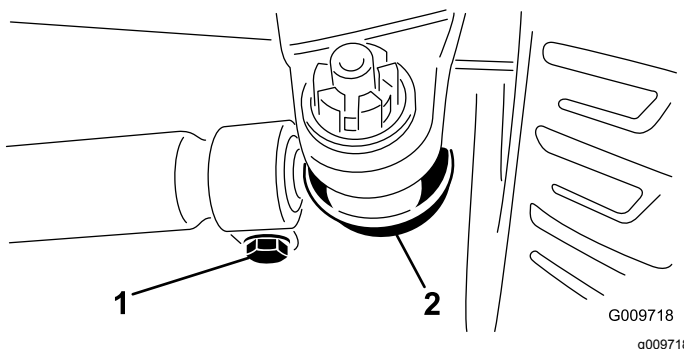

Figura 89
2. Per regolare, togliete la coppiglia e il dado da uno dei giunti a sfera del tirante (Figura 89). Togliete il giunto a sfera del tirante dal supporto della scatola del ponte.
3. Allentate i fermi su entrambe le estremità dei tiranti (Figura 89).